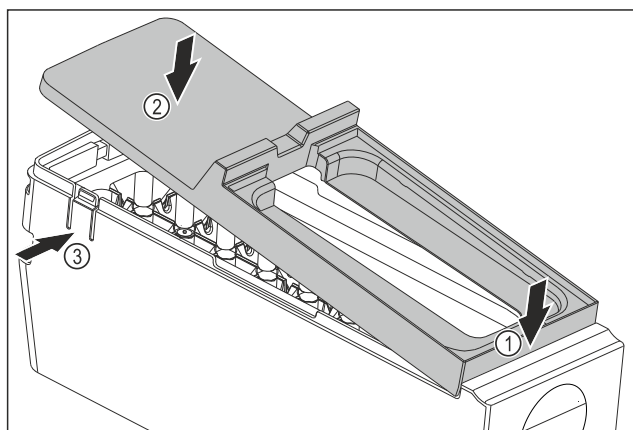

Fig. 81
- Montáž krytu korpusu EasyTwist-Ice: Kryt nasadíte vpredu. Fig. 81 (1)
- Kryt spustíte dozadu. Fig. 81 (2)
- Kryt počutelné zapadne od oboch strmeňov Fig. 81 (3).